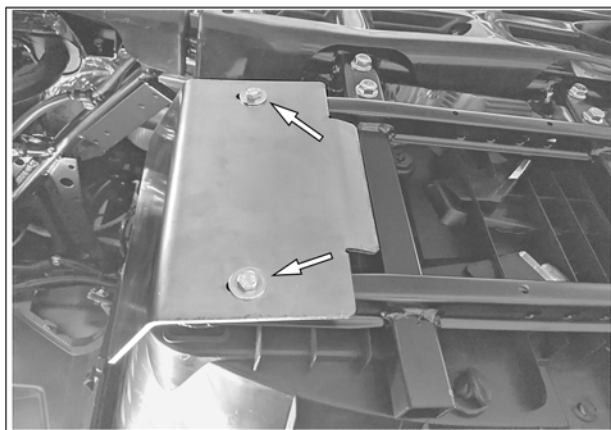
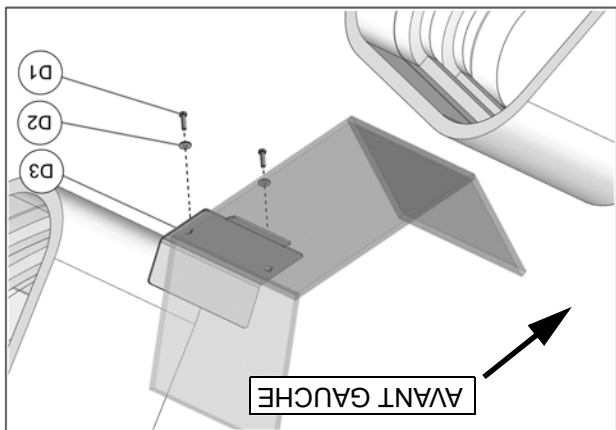
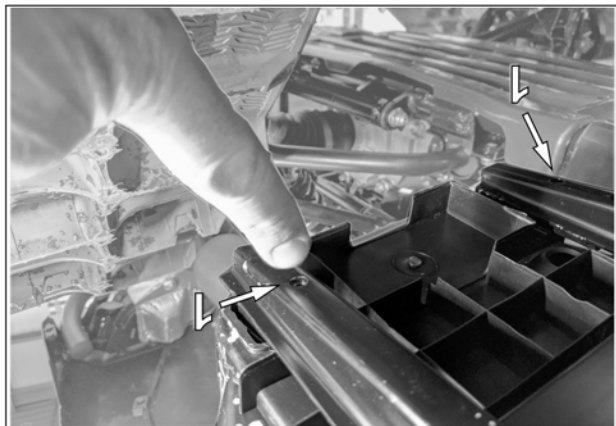

Fig. 25
Fig. 23
Fig. 24
1. Installer le protecteur de repose-pied (D3) sous le repose-pied - côté arrière du véhicule. Utiliser les trous M6 (1) déjà présents dans le châssis et boulonner le protecteur avec la boulonnerie (D1-D2) fournie. Voir Fig. 23, Fig. 24 et Fig. 25